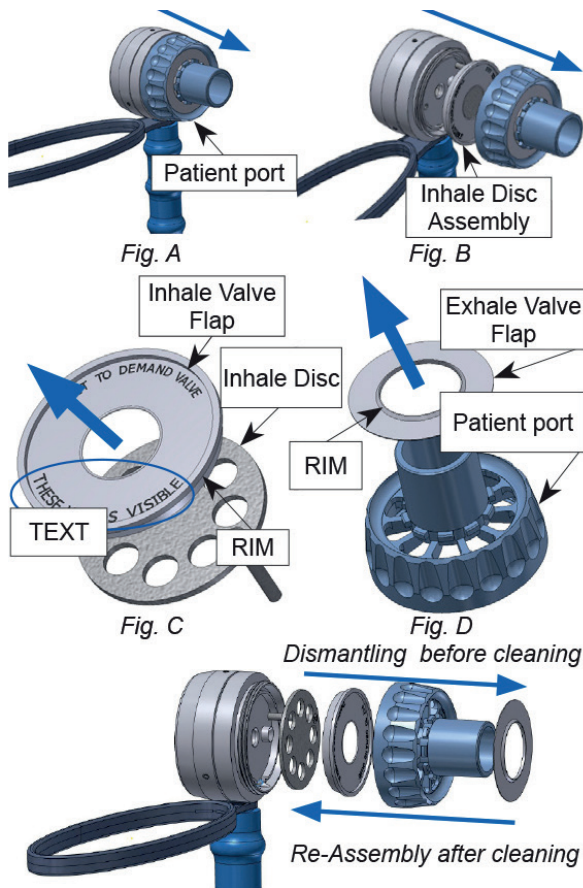

Abb. 3: Demontage vor der Reinigung
2. Entfernen Sie den Patientenanschluss und die Einatemventilscheibe. Siehe Abb. 3 oben.